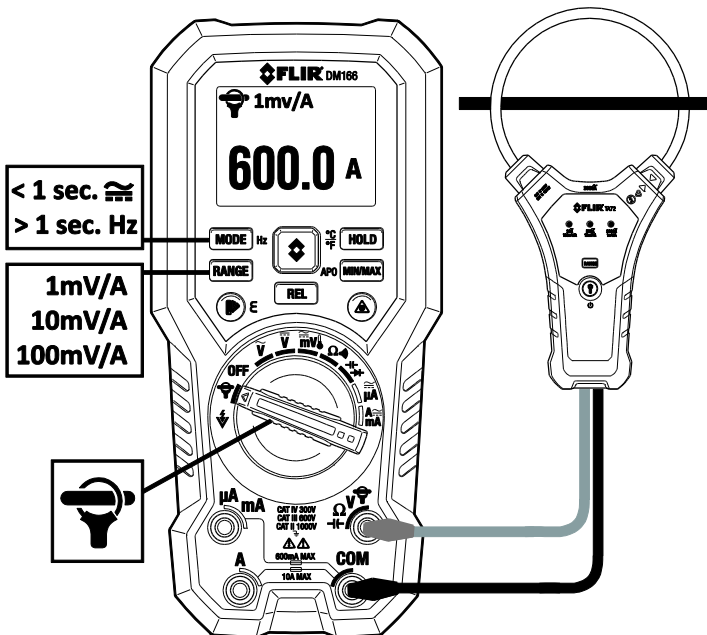

Fig. 6-10 Application de la pince FLEX
2. Connectez un adaptateur de pince, comme illustré sur la **fig. 6-10**.